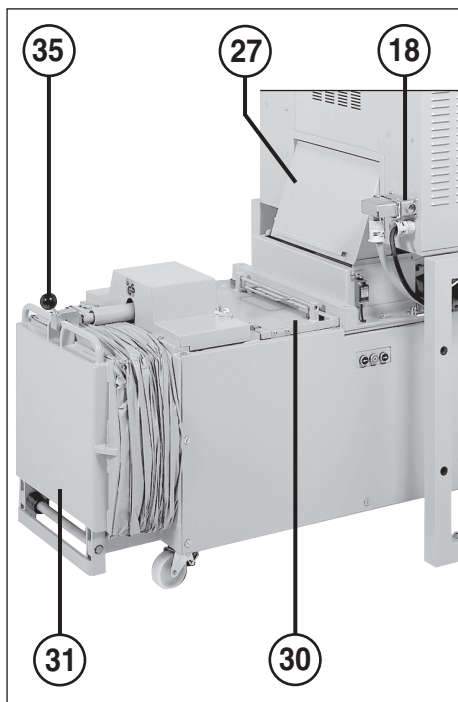

Fig. 2
Quando si mantiene premuto questo pulsante (mantenere premuto per almeno 2 secondi), il punzone pressore ritorna indietro per un piccolo tratto e la leva di chiusura (35) (fig. 2) avanza leggermente (scarico della pressione sulla porta di prelievo).